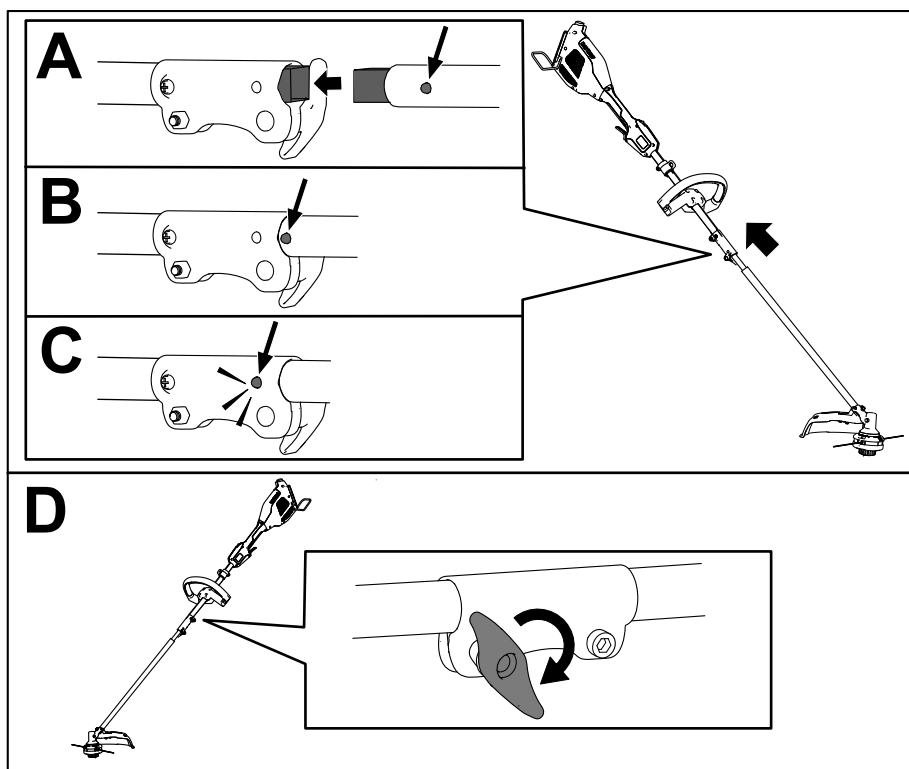

Figure 3
1. Insérez l'arbre carré de l'accessoire dans l'arbre carré de la tête motrice (A de Figure 3).
2. Placez le bouton de verrouillage situé sur la moitié inférieure du manche en face du trou situé sur la moitié supérieure, et emboîtez-les 2 moitiés ensemble (B et C de la Figure 3).
3. Le bouton de verrouillage s'enclenche dans le trou quand les deux moitiés du manche sont correctement emboîtées (C de la Figure 3).
4. À l'aide de la poignée, serrez la vis sur le connecteur du manche jusqu'à ce qu'il soit bien fixé (D de la Figure 3).
2. Desserrez la poignée de vis sur le connecteur de l'arbre (Figure 3).
3. Appuyez sur le bouton de verrouillage tout en séparant les 2 arbres (Figure 3).